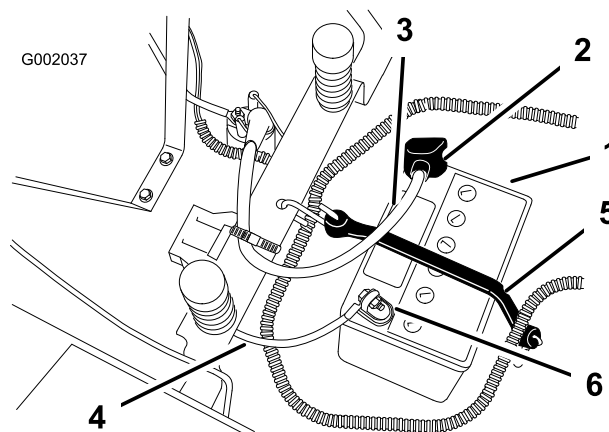

Figure 32
4. Débranchez le câble négatif (noir) de mise à la masse de la borne de la batterie (Figure 32).
5. Repoussez le capuchon en caoutchouc sur le câble positif (rouge). Débranchez le câble positif (rouge) de la borne de la batterie (Figure 32).
6. Enlevez la sangle de maintien de la batterie (Figure 32) et ôtez la batterie de son support.
- Placez la batterie sur son support, les bornes à l'opposé du panneau de commande (Figure 32).
- Fixez les câbles à l'aide de 2 boulons (1/4 x 3/4 pouce), 2 rondelles (1/4 pouce) et 2 écrous (1/4 pouce) (Figure 32).
- Fixez la batterie en place à l'aide de la sangle de maintien (Figure 32).